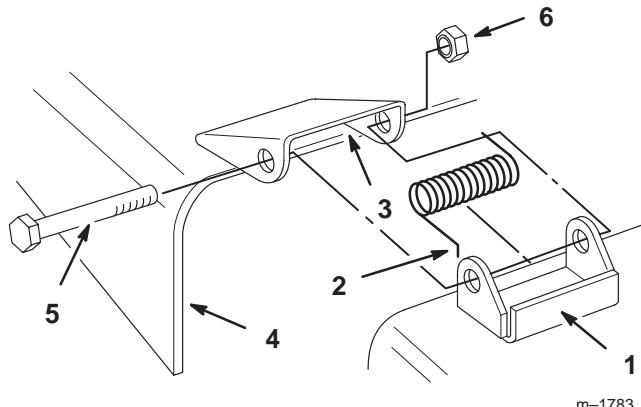

Figure 48
1. Enlevez le contre-écrou, le boulon et le ressort qui fixent le déflecteur aux supports du plateau de coupe (Fig. 48). Enlevez le déflecteur s'il est endommagé ou usé.
2. Placez les ressorts dans les supports du plateau de coupe, les extrémités crochues engagées sur la partie arrière surélevée (Fig. 48).
3. Placez le déflecteur en face des trous des supports, et les extrémités droites des ressorts dans l'espace sous la charnière et au-dessus du déflecteur (Fig. 48).